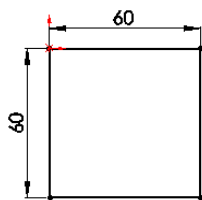

图 3-87 绘制的草图
**02** 绘制草图。在菜单栏中选择“工具”→“草图绘制实体”→“矩形”命令, 或者单击“草图”工具栏中的“边角矩形”图标按钮 , 以原点为一角点绘制一个边长为 60 的正方形, 结果如图 3-87 所示。